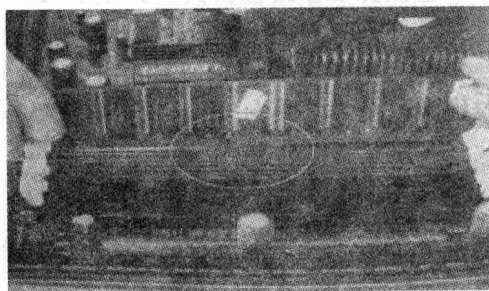

图 2-7
1. 找到主板上的内存插槽, 尽量选择远离 CPU(热源)的插槽安装, 掰开插槽两端锁扣, 如图 2-7 所示。如果是安装双通道模式, 注意插槽的选择(具体参照主板说明)。